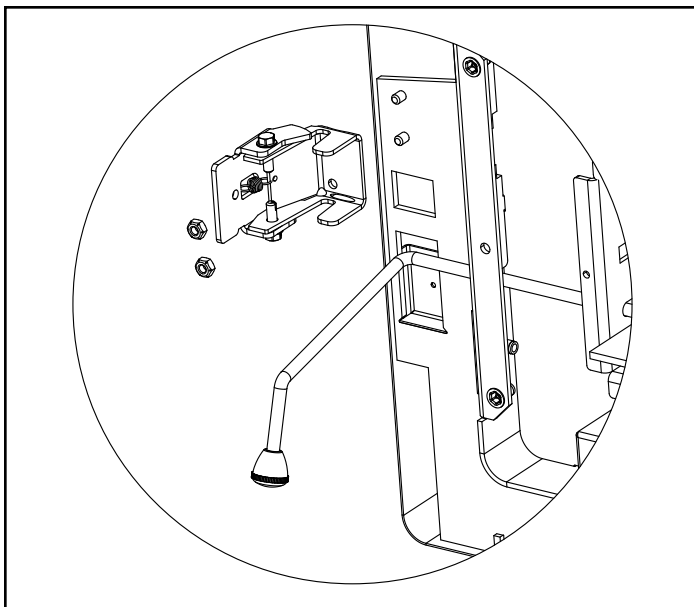

Figure 19.1
9. Installez le verrou de l'ARS en glissant l'ensemble du verrou sur les 2 goujons sortant du fond gauche de l'appareil. Fixez en utilisant deux écrous à l'aide de la clé à douille 7/16 (**Figure 19.1 à la page 19**).
9. Installez le verrou de l'ARS en glissant l'ensemble du verrou sur les 2 goujons sortant du fond gauche de l'appareil. Fixez en utilisant deux écrous à l'aide de la clé à douille 7/16 (Figure 19.1 à la page 19).